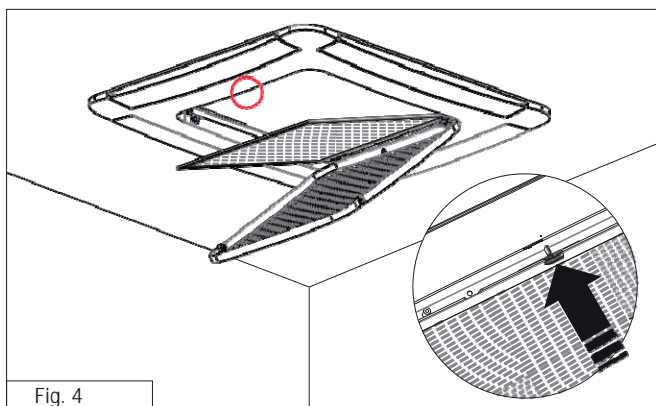

Fig. 4
4. Lossa luftfiltret genom att trycka upp fliken (Fig. 4).